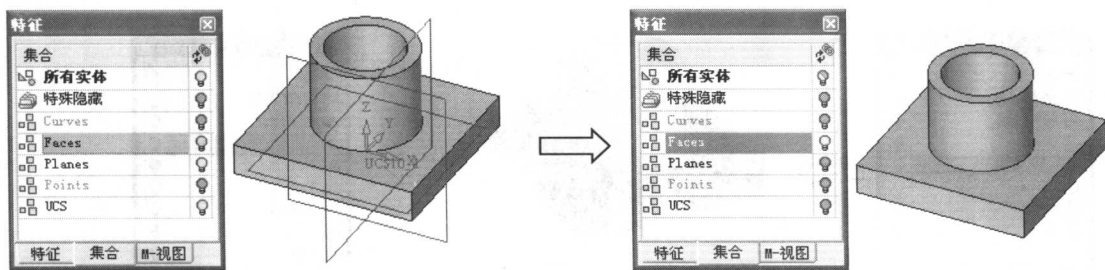

图 1-19 隐藏其他集合
• **【隐藏其它】**: 将其他的集合隐藏, 只显示选中的集合。例如, 在集合显示区域中选中**【Faces】**集合, 然后在其右键菜单中选择**【隐藏其它】**选项将可以隐藏集合, 如图 1-19 所示。